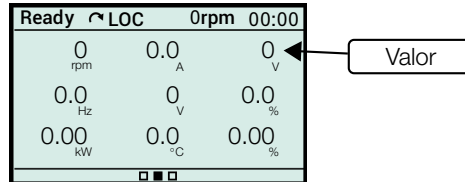

Figura 8.14: Visualização em Slot
- Slot:** A tela da HMI é dividida em 9 partes, cada parte é chamada de Slot o qual permite a exibição de variáveis de leitura no formato **valor**. Na Figura 8.14 é possível visualizar um exemplo de exibição.